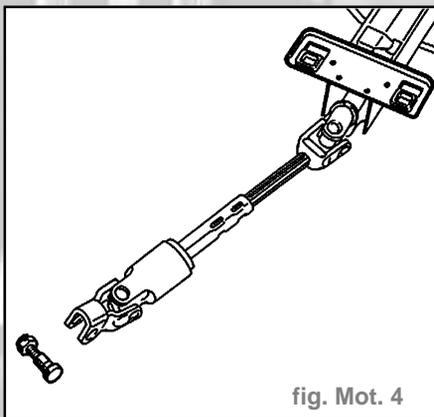

fig. Mot. 4
- l'écrou et la vis à came de la chape de direction après avoir repoussé le protecteur (fig. Mot. 4)